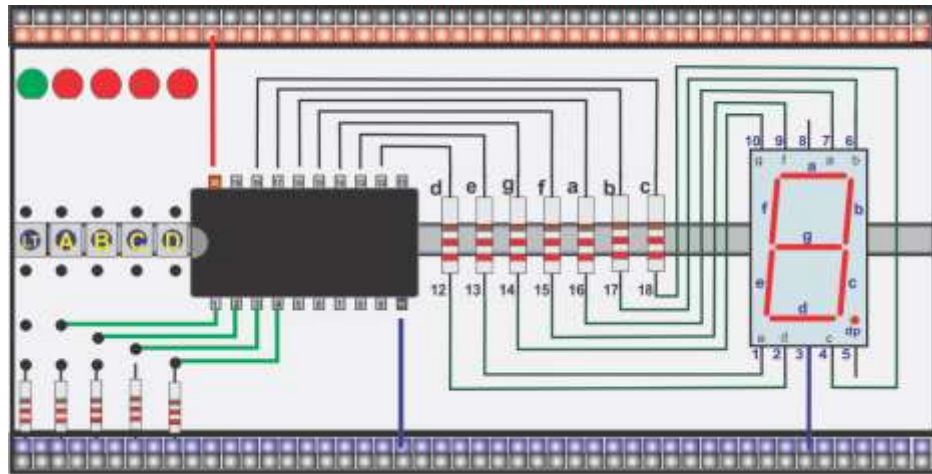

Figura 1: Propuesta de orden de alambrado sin cruces en la tablilla de conexiones
- d) Para las combinaciones del 10 al 15 proponga una palabra de seis letras (una letra por cada combinación) y deberá de encender también el punto decimal (DP).
- h) Elabore el archivo ABEL-HDL considerando para su implementación la asignación de las terminales de salida más conveniente de modo que no existan cruces de cableado como se muestra en la figura 1.